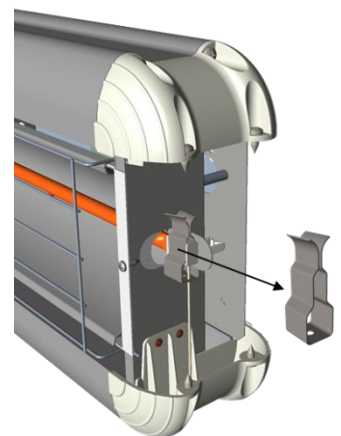

Fig.3 – рис.3
4. Auf beiden Seiten die Lampenanschlüsse abtrennen. (Abb.3)